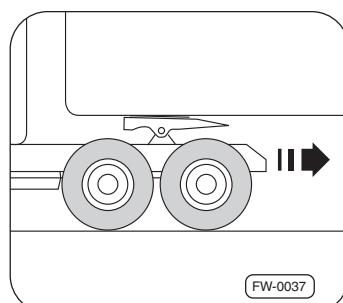

Fig. 13 · Verrouiller le tracteur avec la semi-remorque
8. Reculer **lentement** le tracteur jusqu'à ce que la sellette d'attelage se verrouille. Le verrouillage se ferme automatiquement ⇒Fig. 13.